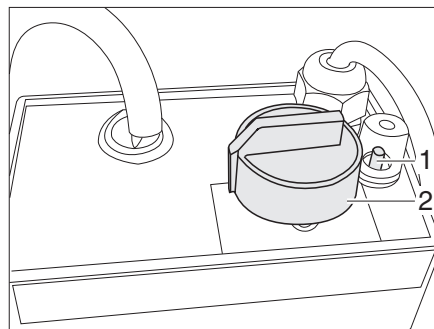

Fig. 116 Regolatore per riscaldamento elettrico del pavimento
- Ruotare il pomello girevole (Fig. 116,2) sulla potenza di riscaldamento desiderata.
- Ruotare il pomello girevole (Fig. 116,2) sulla posizione "0".
In caso di sovraccarico del regolatore, si attiva la protezione contro il surriscaldamento. Il perno (Fig. 116,1) scatta all'infuori.
- Una volta raffreddato il regolatore, premere il perno (Fig. 116,1) della protezione contro il surriscaldamento.